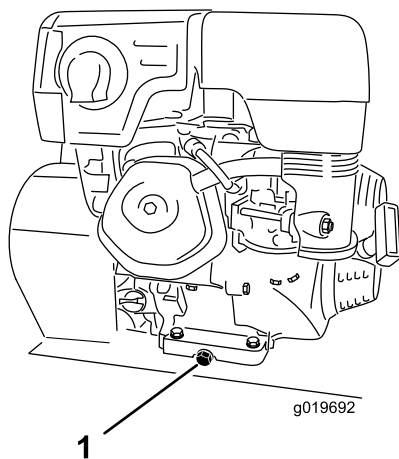

Figura 19
3. Retire el tapón de vaciado (Figura 19).